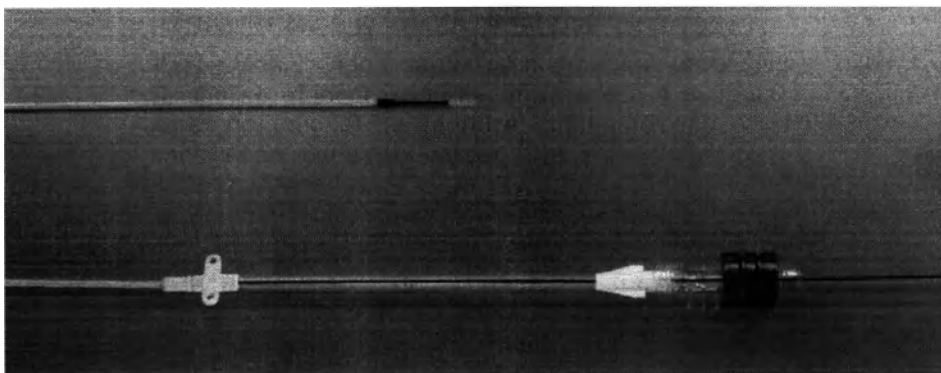

Рис. 8.4: 2,5 см волокна с оголенным концом выступают из конца катетера
- Пропустите лазерное волокно через стопор и катетер, пока 2,5 см волокна с оголенным концом не будут выступать из конца катетера (Рис. 8.4).